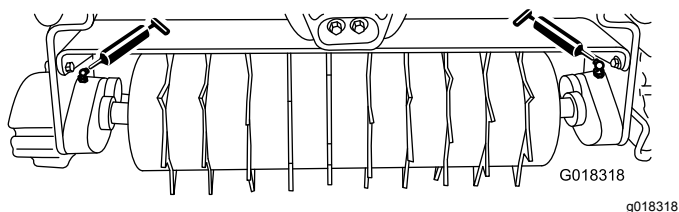

Рисунок 6
Заправляйте 2 масленки (Рисунок 6) на каждом узле бороны через каждые 15 часов работы консистентной смазкой № 2 на литиевой основе. Для получения наилучших результатов используйте ручной смазочный пистолет.
2. Протрите каждую масленку (Рисунок 6) чистой ветошью